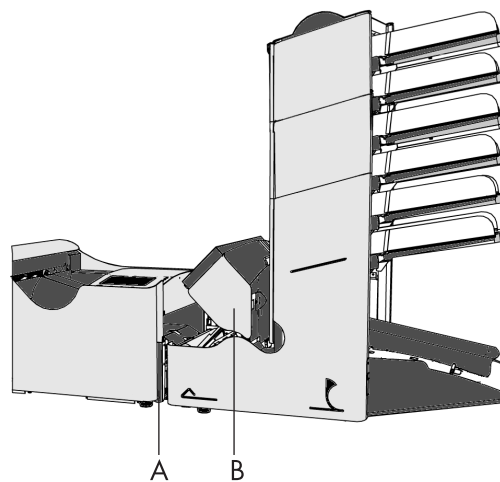

Abb. 56
- Gegen das untere Ende des Sperrhebels A drücken, und die Haube B (Abb. 56) des PowerFold™ öffnen.